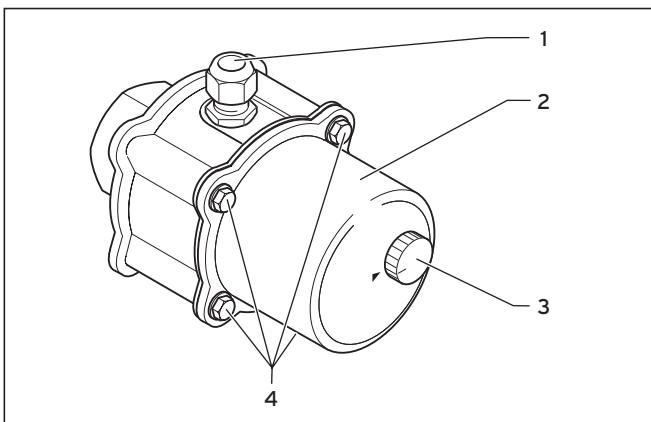

Fig. 6.1 Installazione del riscaldatore elettrico ad immersione
Procedere come segue (vedi fig. 6.1 - 6.3).
- Staccare la manopola di regolazione (**3**, fig. 6.1).
- Svitare le 4 viti a testa esagonale (**4**, fig. 6.1).
- Estrarre il coperchio della scatola (**2**, fig. 6.1).